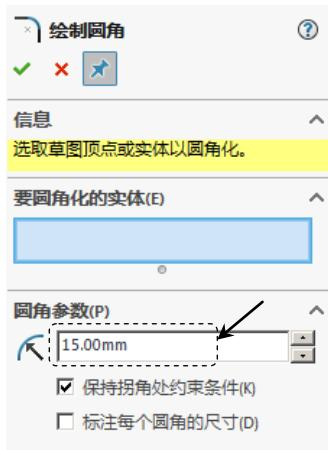

图 4.7.14 “绘制圆角”对话框
Step2. 选择命令。选择下拉菜单 **工具(T)** → **草图工具(T)** → **圆角(F)...** 命令，系统弹出如图 4.7.14 所示的“绘制圆角”对话框。